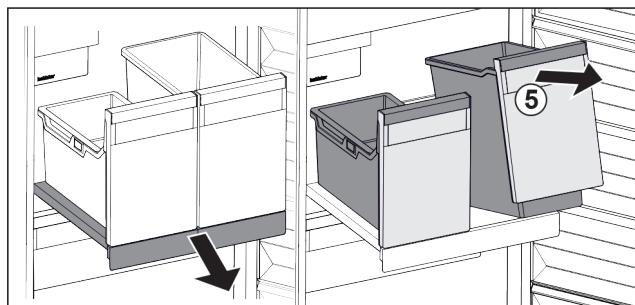

Fig. 80
- Nádobu Fig. 80 (5) vpředu nadzvedněte.